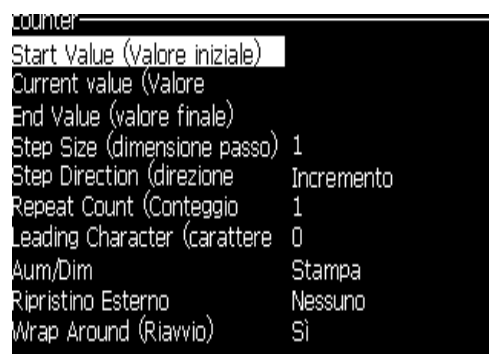

Figura 5-33: Finestra di dialogo Counter Product (contatore prodotti)
- 4 Premere *Invio* per aprire la finestra di configurazione dei contatori (vedi Figura 5-33).
- 5 Impostare i valori per tutti i campi della finestra di dialogo di *Counter Configuration* (configurazione dei contatori) (vedi Figura 5-33).